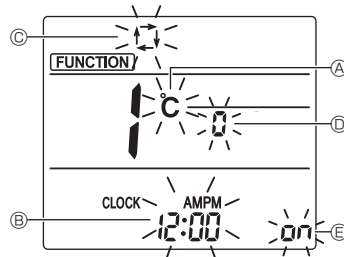

Fig. 6-10
3. Compruebe que se muestra la función N.º "1", y luego pulse el botón SET ③. Se visualizará la pantalla de configuración de la visualización. (Fig. 6-10)